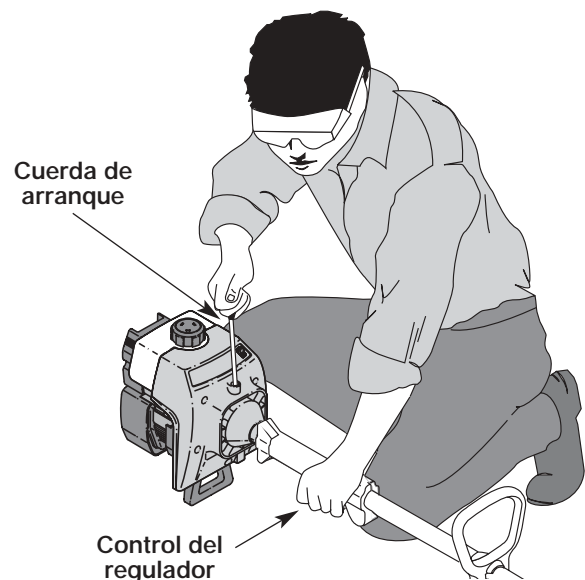

Figure 8
ADVERTENCIA: Evite los arranques accidentales. Colóquese en posición de inicio cuando tire de la cuerda de arranque (Fig. 8). El operador y la unidad deben estar en una posición estable al arrancar la unidad para evitar graves lesiones personales.
5. Con la unidad en posición de arranque (Fig. 8), apriete el control de aceleración a la posición abierta (aceleración completa). Tire de la cuerda de arranque 5 veces vigorosamente mientras permanece en la posición de obturación **COMPLETA (A |—|)** position. Si el motor intenta funcionar antes del quinto tirón, proceda al paso 6.
7. Tire de la cuerda de arranque rápidamente de 1 a 3 veces para arrancar el motor (Fig. 8).
1. Saque la mano del control del regulador (Fig. 8). Deje enfriar el motor en marcha en vacío.